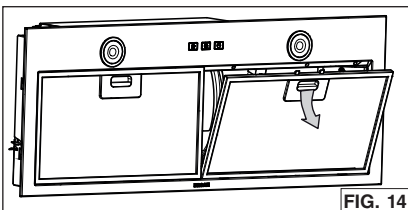

FIG. 14
2. Use la pestaña para retirar de la campana los filtros de grasa empujando hacia abajo e inclinando los filtros hacia fuera (FIG. 14). Poner los filtros a un lado.